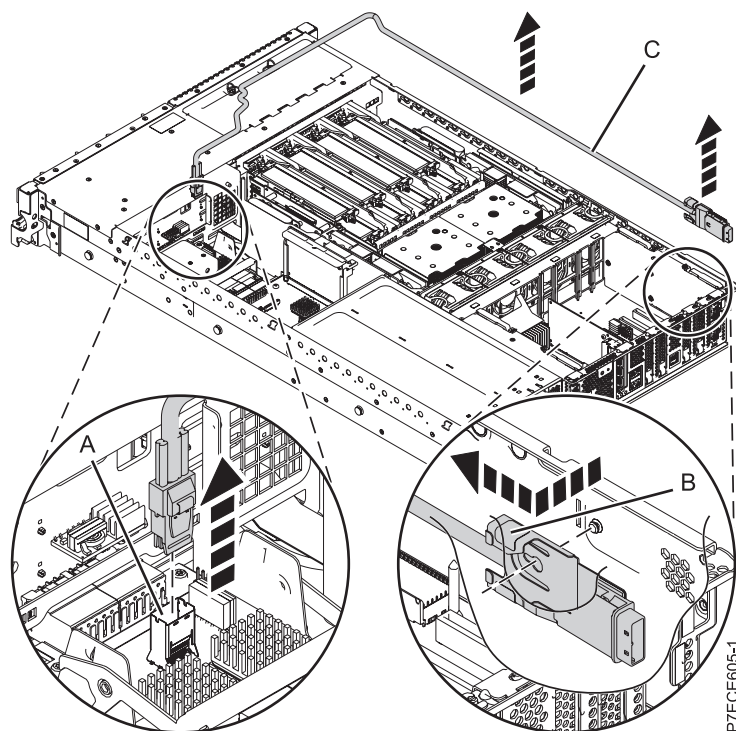

Figura 23. Extracción del puerto SAS externo
9. Tire de la abrazadera del cable en el punto táctil azul (B) y deslice el cable SAS hasta sacarlo de la apertura del puerto SAS en la parte posterior del chasis. Consulte Figura 23 en la página 39.
10. Retire el cable SAS (C) del sistema.
11. Presione el pestillo del conector SAS (A) y, a continuación, tire del cable para sacarlo del acoplamiento en la tarjeta intermediaria del sistema.